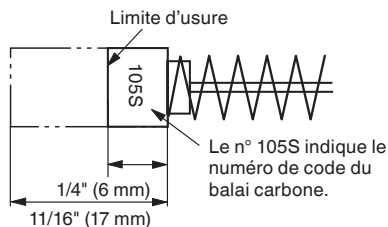
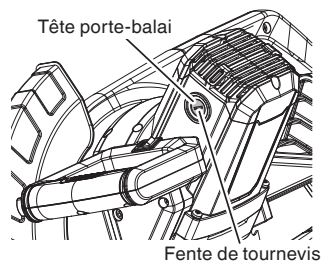

Fig. 40
Fig. 41
3. Inspecter les balais carbone (Fig. 40 et Fig. 41)
En conséquence, inspecter périodiquement les balais en carbone et les remplacer lorsqu'ils ont atteint la limite d'usure comme indiqué à la Fig. 40.
Les balais carbone sont faciles à retirer ; pour cela, retirer les têtes porte-balai (voir Fig. 41) avec un tournevis à tête plate (signe moins).